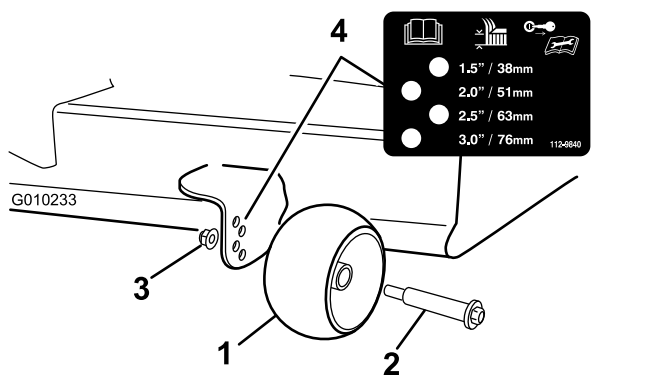

Bild 32
3. Stellen Sie die Antiskalpierrollen so ein, dass sie der nächsten Schnitthöheneinstellung entsprechen (Bild 32).